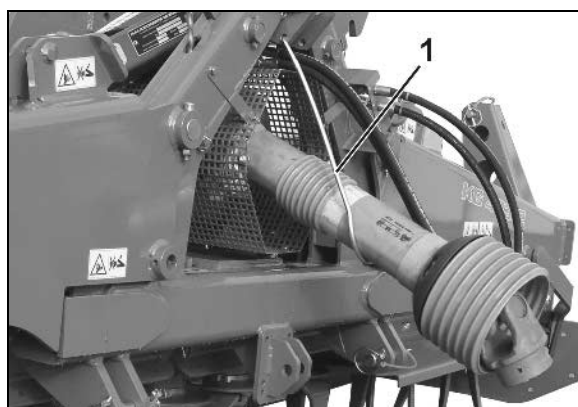

Fig. 8
5. Legen Sie die Gelenkwelle in die vorgesehene Halterung ab (Fig. 8/1).